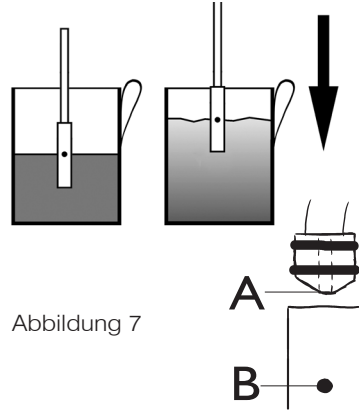

Abbildung 7
4. Halten Sie die Dampfdüse **5** so in die zu erwärmende Milch, dass die Austrittsöffnung genau zur Hälfte bedeckt wird. Die Öffnung darf nie vollständig bedeckt sein. Beachten Sie bei allen Schritten, dass die Öffnung nur halb bedeckt sein darf. (siehe Abbildung 7)
- Reinigen Sie bitte täglich den Siebträger, indem Sie das Sieb herausnehmen und die Kaffeeteeranhaftungen am Sieb und im Siebträger mit einem rauen Topfschwamm entfernen. (Abbildung7)